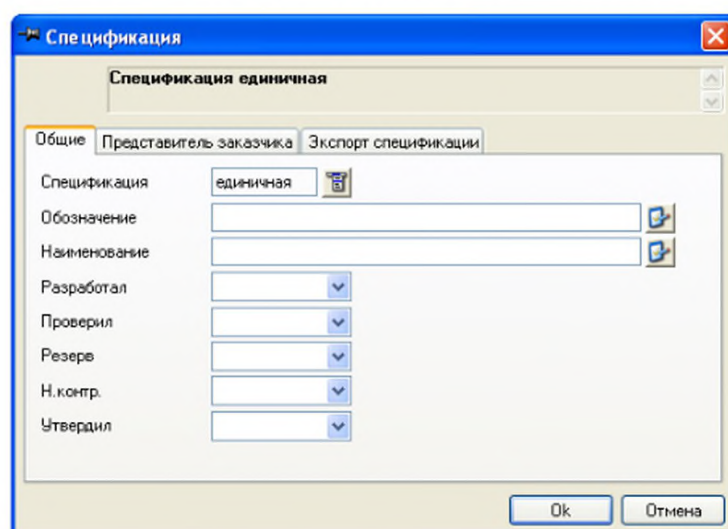

Рис. 7.5
5. В появившемся диалоге **Спецификация** (рис. 7.5) ввести с клавиатуры сведения об изделии и разработчиках и нажать кнопку **ОК**.